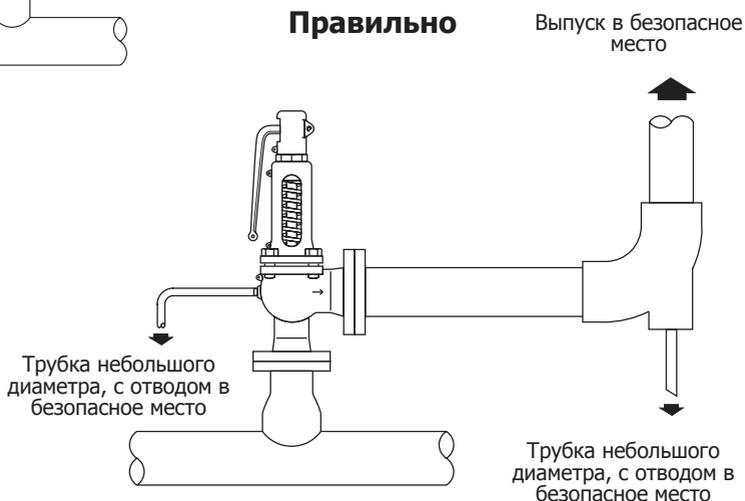

Рис. 5
4.2.8 Если трубопровод сброса среды направлен вверх, в самой низкой точке необходимо сделать дренажное отверстие (рис. 5). Выпуск должен осуществляться в место, где он не будет создавать шума или опасности для здоровья людей.
4.2.9 Если имеется вероятность скопления в корпусе клапана конденсата, то необходимо к месту дренажа корпуса подсоединить дренажную трубку и отвести её в безопасное место (Рис. 5).